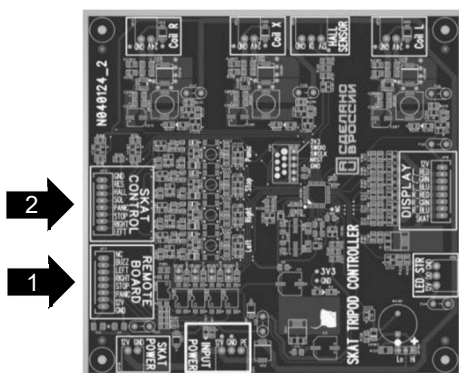

Рисунок 7. Расположение колодок подключения устройств.
- Подключите турникет к сети, для этого используйте клеммную колодку INPUT POWER на плате управления турникетом (см. рис. 7).